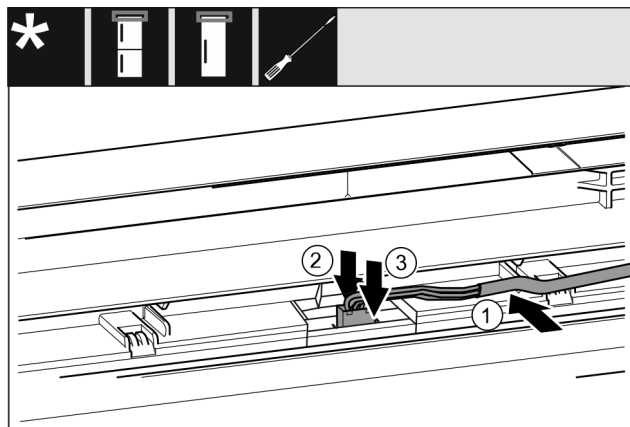

Fig. 63 Réfrigérateurs-congérateurs / congérateurs / réfrigérateurs*
- Insérer le câble Fig. 63 (1) dans le guide de la porte supérieure.*
- Pousser l'ergot Fig. 63 (2) vers l'arrière.*
- Enclencher le connecteur Fig. 63 (3).*